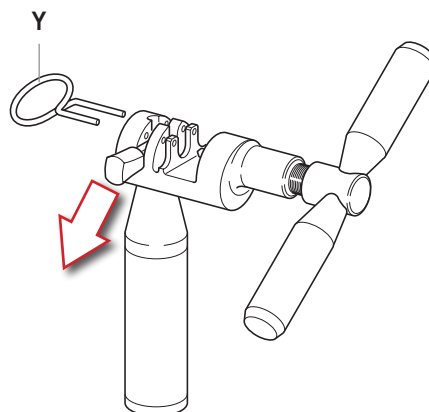

Fig.17
- Préparez l'outil UT-CN400 (12s) / UT-CN300 (11s / 12s) en positionnant la languette en position de fermeture (Y - Fig. 17).